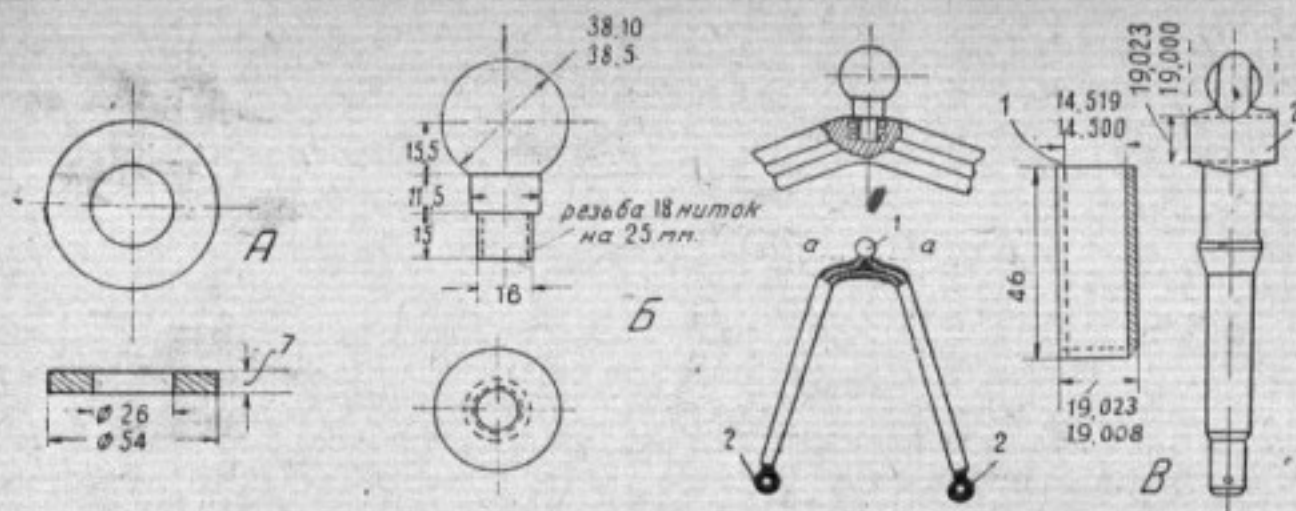

Рис. 8. А — шайбы, заменяющие подшипники; Б — способ ремонта сферической головки упорной вилки автомобиля ГАЗ-АА; В — способ ремонта кронштейна на передней оси
Шаровая (сферическая) головка 1 (рис. 8Б) упорной вилки передней оси автомобиля (ГАЗ-АА) изнашивается довольно быстро, вследствие напряжений, испытываемых вилкой при движении автомобиля. Ремонт упорной вилки, производившийся ранее с помощью обварки сферической головки с последующей обработкой напильником, довольно сложен, дорог и, кроме того, качество обработки получается низким. В настоящее время практикуется новый, более рациональный способ ремонта, заключающийся в следующих операциях:
- отрезают изношенную головку по линии а-а (рис. 8Б);
е) изготавливают из стали 1030 новую шаровую головку (согласно чертежу на рис. 8Б) диаметром: $\frac{38,10}{38,05}$;
Кронштейн серьги передней рессоры автомобиля также подвержен сильным износам и часто требует капитального ремонта (ГАЗ-А). Износу подвергается, главным образом, втулка и торцы бобышек. При ремонте кронштейн зажимается за бобышку и отверстие растачивается до $\varnothing \frac{19,023}{19,000}$ под вновь изготовленную втулку 1 (рис. 8В).